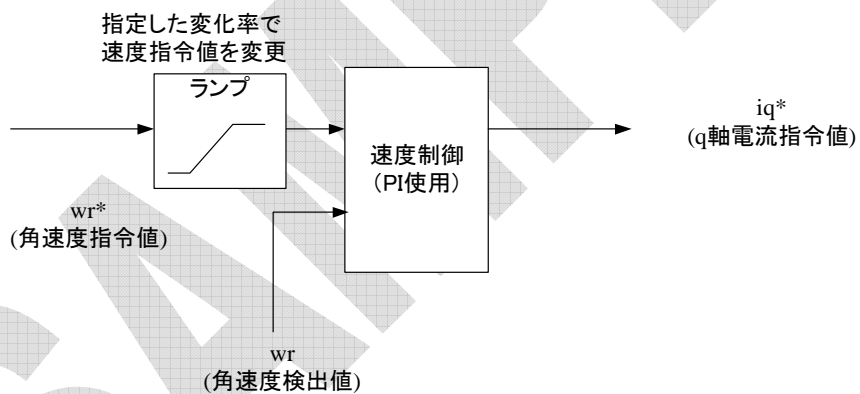

図 4-3 速度制御演算ブロック図
- ・ 図 4-3 に速度制御演算ブロック図を示します。速度制御演算部は、速度指令値演算および速度制御から構成されます。